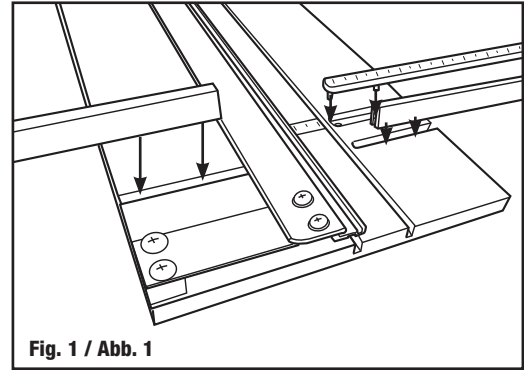

Fig. 1 / Abb. 1
1. Alinear los pinchos en la parte trasera de la barra de medir encima de la tabla de corte y encajar la barra a presión (**Fig. 1**).
2. Alinear las barras de escuadra encima de los canales en la tabla y encajarlas a presión. Deslizar la barra más larga por debajo del carril de guía contra el final del canal (**Fig. 1**).
1. Pins in der Unterseite des Messbalkens über den Löchern der Grundplatte ausrichten und hineindrücken (**Abb. 1**).
2. Anschlagbalken über den vorgesehenen Rillen ausrichten und hineindrücken. Längeren Balken unter der Führungsschiene bis zum Ende der Rille schieben (**Abb. 1**).